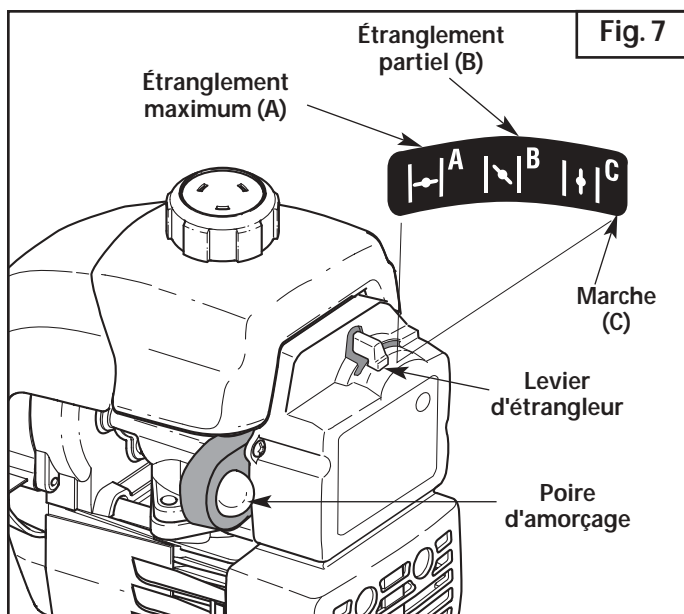

Fig. 7
3. Enfoncez complètement la poire d'amorçage et relâchez-la lentement 10 fois de suite. Vous devriez voir du carburant dans la poire (Fig. 7). Si vous ne voyez rien, appuyez trois (3) fois de plus ou jusqu'à ce que le carburant apparaisse.
4. Mettez le levier d'étrangleur en position d'étranglement **MAXIMUM (A)** |←| (Fig. 7).
6. Mettez le levier d'étrangleur en position d'étranglement **PARTIEL (B)** |↘| (Fig. 7).
9. Appuyez sur la manette des gaz de 5 à 10 secondes pour réchauffer le moteur. Mettez le levier d'étrangleur en position **MARCHE (C)** |↑| (Fig. 7).
REMARQUE : il n'est pas nécessaire d'utiliser l'étrangleur pour démarrer un moteur chaud. Démarrez en position d'étranglement **PARTIEL (B)** |↘| (Fig. 7). Après le démarrage, placez le levier d'étrangleur en position **MARCHE (C)** |↑| (Fig. 7).